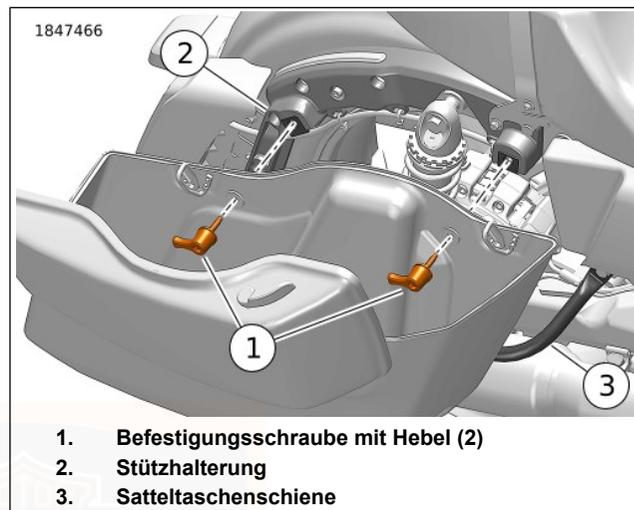

Abbildung 67. Ausbau/Einbau der Satteltasche
2. Siehe Abbildung 67. Die Hebel (1) der Befestigungsschrauben gegen den Uhrzeigersinn drehen, um die Befestigungsschrauben von der Stützhalterung zu entfernen.
1. Siehe Abbildung 67. Die Satteltasche behutsam in die Einbaustellung auf der Satteltaschenschiene (3) bringen. Die Befestigungsstüben an der Stützhalterung (2) ausrichten.
2. Siehe Abbildung 67. Die Befestigungsschrauben (1) durch die Tüllen in der Stützhalterung (2) einbauen. Die Hebel im Uhrzeigersinn drehen und die Befestigungsschrauben so anziehen, dass die Hebel wie dargestellt nach unten zwischen der 3-Uhr- und 9-Uhr-Stellung zeigen.